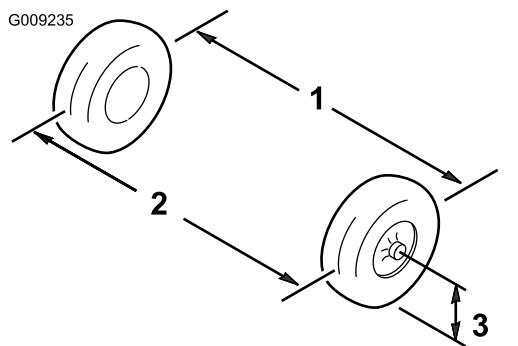

Рисунок 41
- Измерьте расстояние между обеими переднимишинами на уровне моста, с передней и задней стороны передних шин (Рисунок 41).